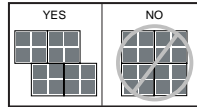

Figura 8
13. Siempre que sea práctico, use piezas cortadas de hileras anteriores como tablas iniciales, para reducir el desperdicio. Mantenga un espaciado de 6" entre las juntas finales para mejorar el aspecto. (Figura 8)